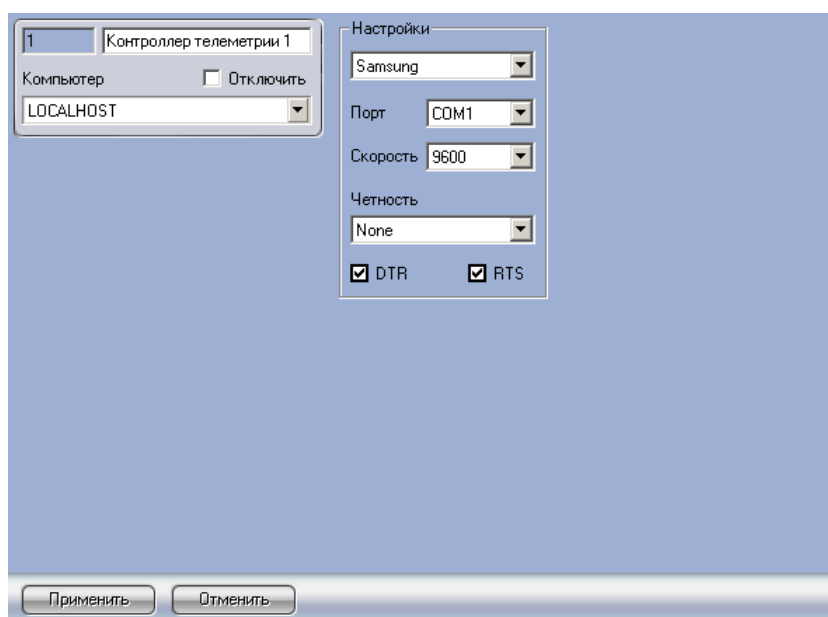

Рис. 3.4—10 Настройка объекта «Контроллер телеметрии» для работы с пультом «Samsung SSC-2000»
2. Настроить объект «Контроллер телеметрии» следующим образом (Рис. 3.4—10):